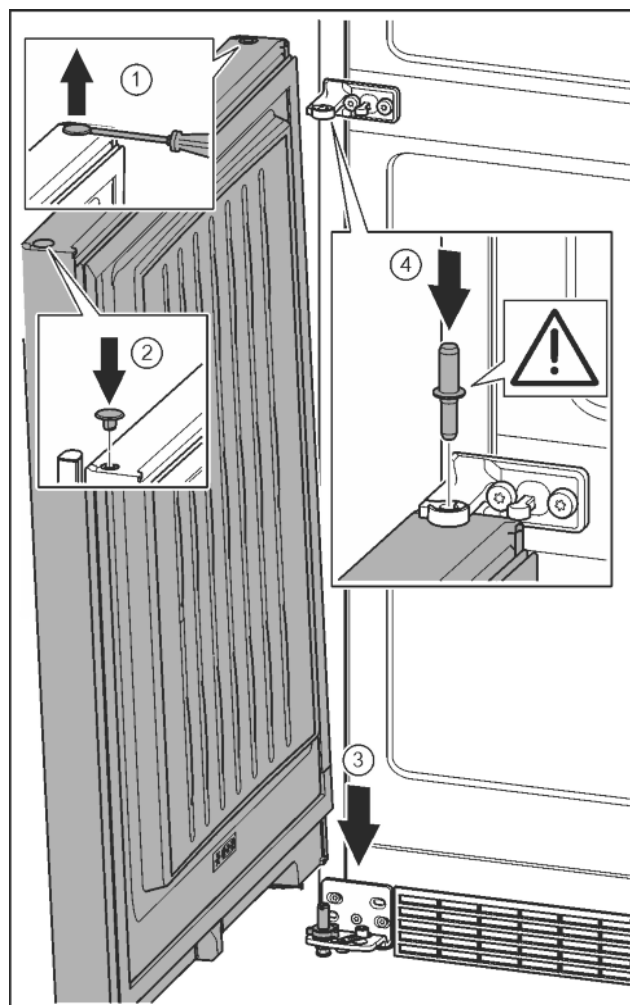

Fig. 22
- ▶ Soulever délicatement le bouchon avec un tournevis plat et le sortir. *Fig. 22 (1)*
- ▶ Remettre en place le bouchon de l'autre côté de la porte. *Fig. 22 (2)*
- ▶ Mettre la porte par le haut sur l'axe de palier inférieur. *Fig. 22 (3)*
- ▶ Mettre en place l'axe de palier du milieu à travers le support de palier du milieu dans la porte inférieure. Veiller à ce que l'ergot d'enclenchement soit orienté en arrière. *Fig. 22 (4)*